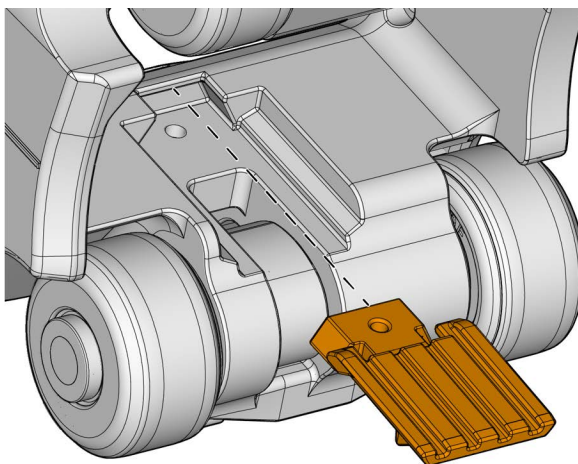

Figura 5-12 Remoção do bloco de liberação/bloqueio do suporte da sonda
3. A partir da parte inferior do transporte, deslize o bloco para fora da cauda de andorinha (veja a Figura 5-12 na página 83).